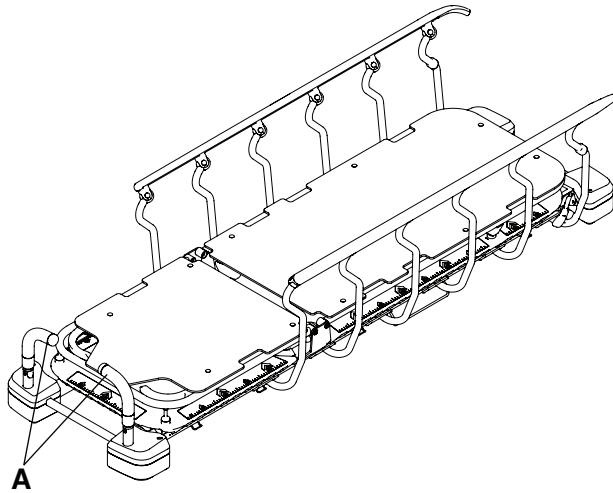

Abbildung 6 – Positionieren der Kopfende-Schiebegriffe
2. Die Kopfende-Schiebegriffe (A) in die Gebrauchsposition schwenken (Abbildung 6).